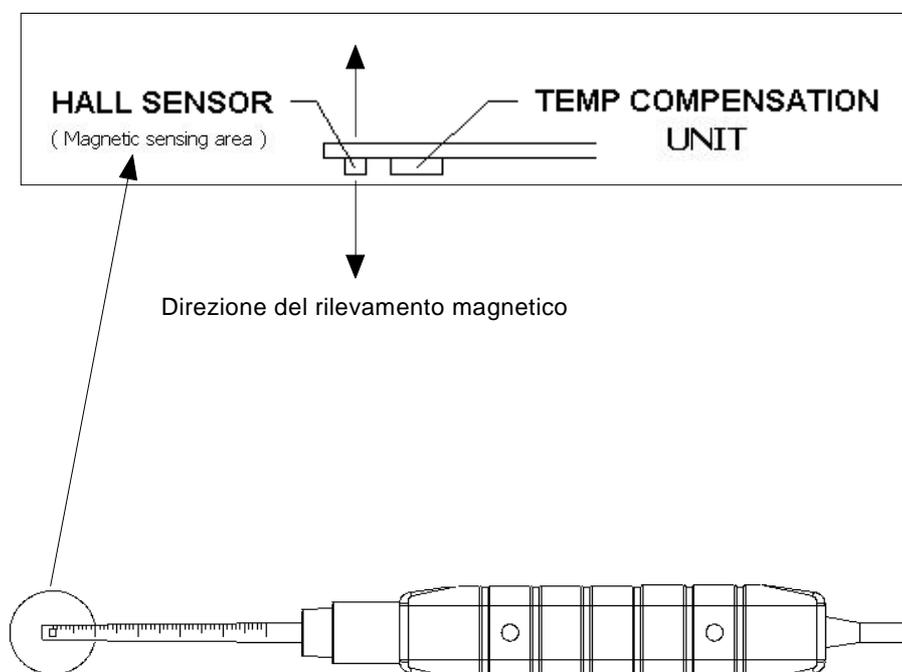

FIG. 3
- 4) Quando si mette in contatto e si fissa il materiale di prova alla testa della sonda (vedi fig. 3), sul display appare il valore del campo magnetico insieme all'unità (mG, uT).